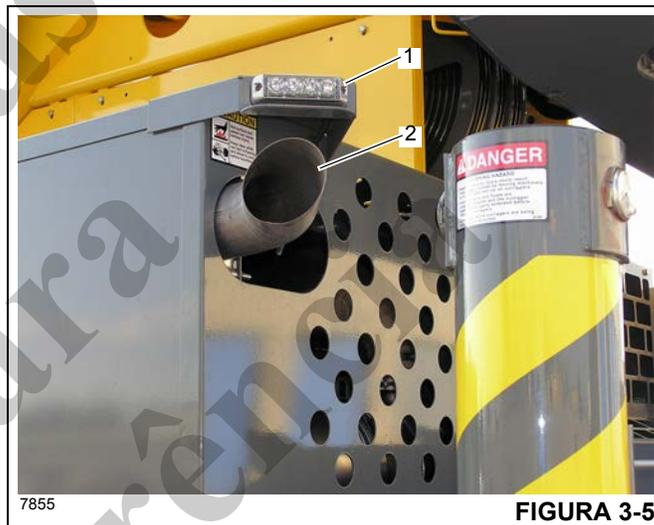

FIGURA 3-5
Como aviso, a luz (1, Figura 3-5) sobre o tubo de escape (2) pisca durante a limpeza do sistema de escape.
Números de itens da figura 3-5